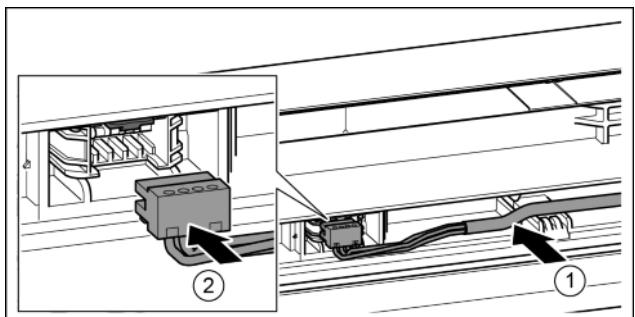

Fig. 41
- ▶ Šedý kabel vložte do vedení v horních dvírkách. Fig. 41 (1)
- ▶ Zaklapněte zástrčku. Fig. 41 (2)